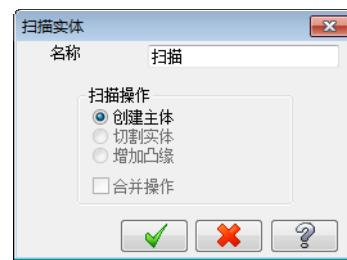

图 7-18 “扫描实体”对话框
- 04 根据系统提示，选取螺旋曲线作为扫描轨迹。系统弹出“扫描实体”对话框，如图7-18所示，单击对话框中的“确定”按钮√，即可完成扫描实体的创建操作，结果如图7-19所示。